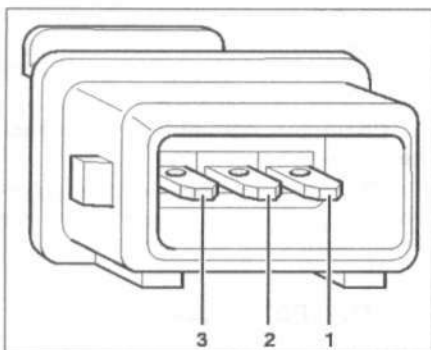

Рис. 6.76. Измерьте сопротивление между контактами 1 и 2 разъема.
3. Измерьте сопротивление между контактами 1 и 2 разъема (рис. 6.76).